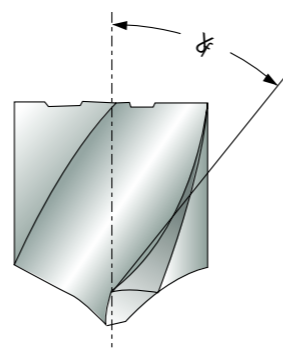

Рисунок 5. Боковой передний угол  $\chi_f$
**(1) Боковой передний угол  $\chi_f$  (угол подЪема винтовой канавки)**
**Рекомендуемое испытательное значение :** Рекомендуемый диапазон значений зависит от типа инструмента N,H и W согласно DIN 1836, а также от диаметра сверла, как указано на Рис. 5.